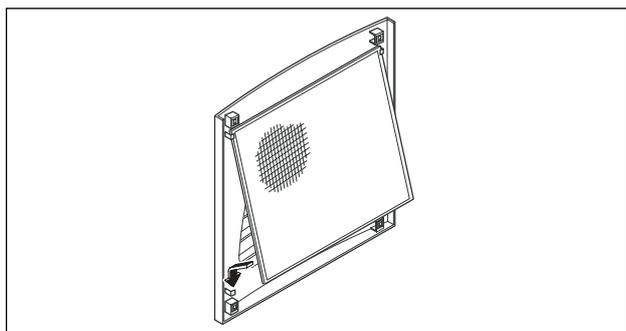

Imagen 24: Montaje de la estera filtrante
- Introduzca la estera filtrante, según se muestra en la imagen 24, en la rejilla y vuelva a insertarla en la caja.